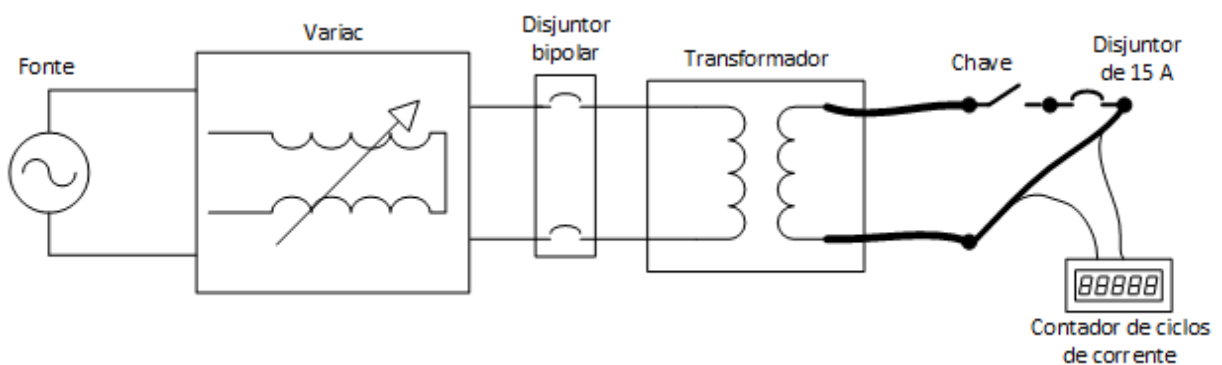

Figura 2 - Montagem para levantamento de curva tempo x corrente de disjuntor de baixa tensão
- 2.1. Executar a montagem da figura 2. Observar que o disjuntor de 15 A (um dos dois disponíveis) e a chave já estão instalados na placa utilizada no experimento. Verificar as conexões já realizadas através dos parafusos borboleta.